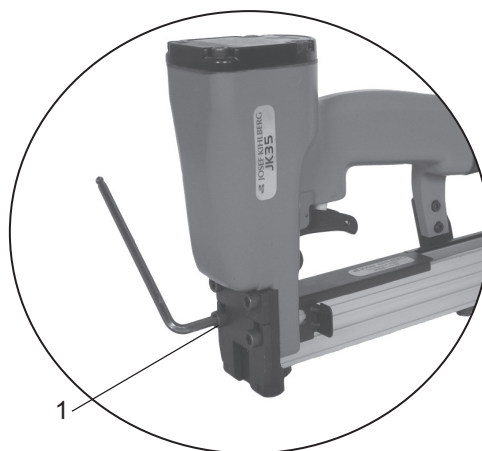

Fig. 6
1. Lossa de två skruvarna som håller dörren (Fig. 6/1).